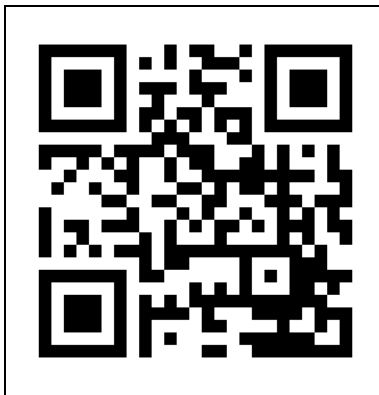

Figura 16
1. Deschideți manualul aplicației Eurom Smart cu codul QR (Figura 16) sau accesați www.eurom.nl/nl/manuals.
2. Scoateți ștecărul din priză (Figura 16).